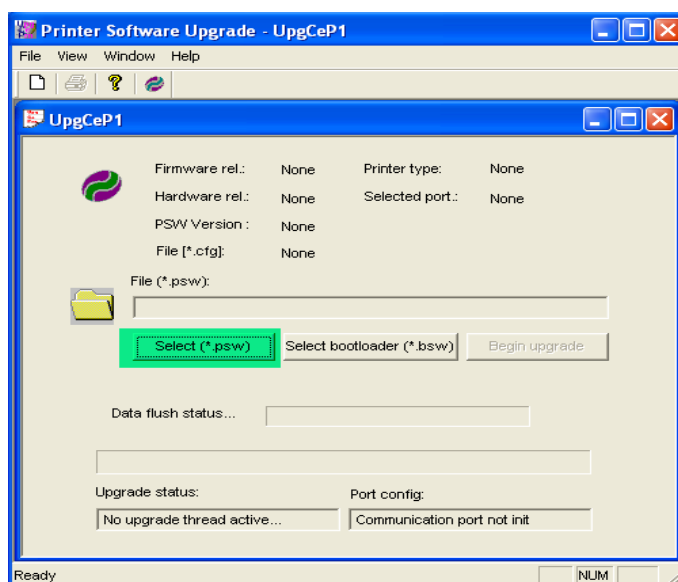

Рисунок 4 – Диалоговое окно утилиты «**UpgCePrn**».
2.3.6 Откроется диалоговое окно программы (см. Рисунок 4).